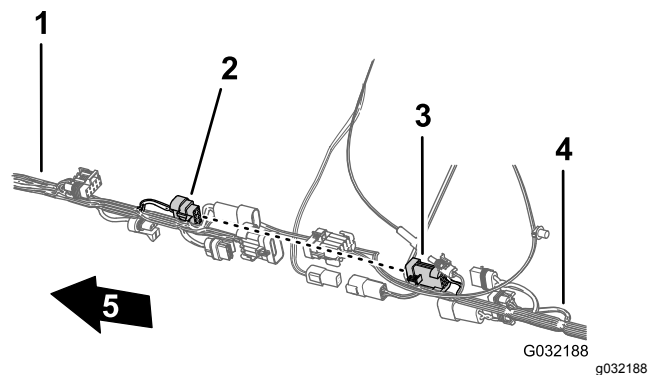

Figura 116
3. Ligue o conector de 8 pinos da cablagem dianteira para a interligação da cablagem do pulverizador no conector de 8 tomadas da cablagem traseira para o interruptor da aplicação (Figura 116).